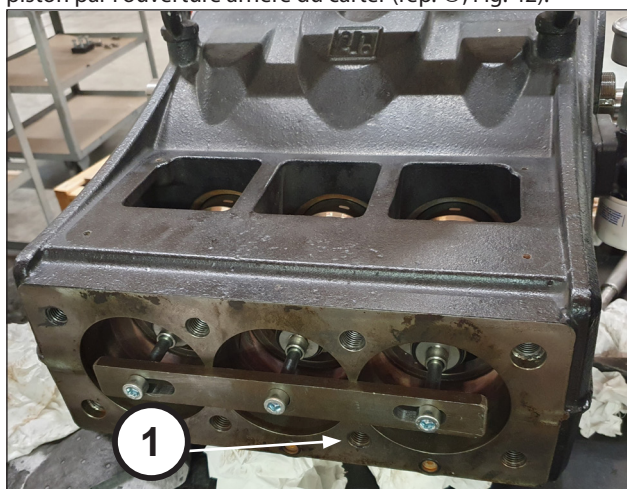
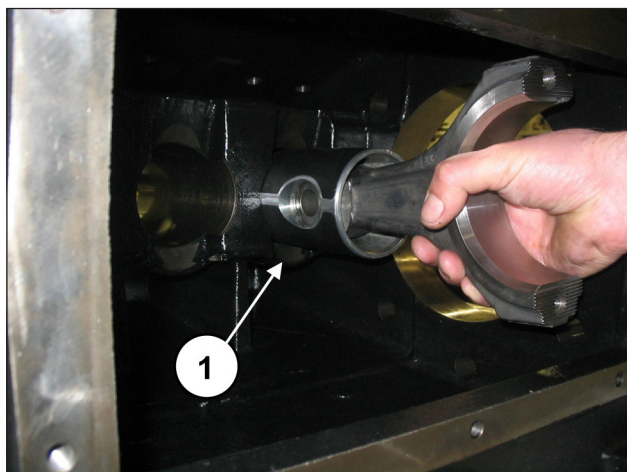

Fig. 41
Fig. 42
Dévisser les vis de l'outil réf. 27566200 pour dégager les bielles (rep. ①, Fig. 41) et dégager les ensembles bielle-guide de piston par l'ouverture arrière du carter (rep. ①, Fig. 42).
Après s'être assuré que le carter est propre, placer l'ensemble demi-bielle/guide de piston dans les chemises du carter (rep. ①, Fig. 42).
Bloquer les trois groupes à l'aide de l'outil réf. 27566200 (rep. ①, Fig. 41).
Déposer l'outil de maintien des bielles réf. 27566200 (rep. ①, Fig. 41).